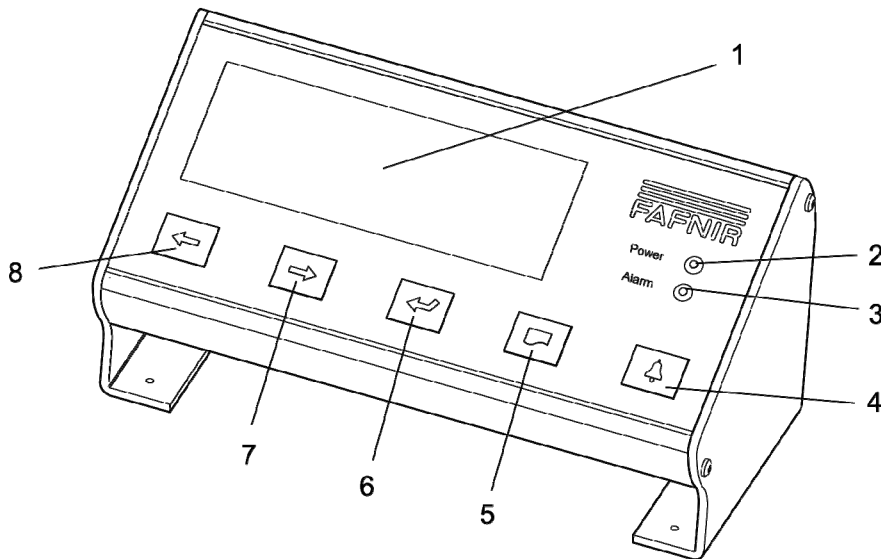

Figura 1: Parte frontal do monitor VISY-View
O lado de operação frontal está parafusado aos pés em um ângulo que facilita a operação. A interface do usuário tem o campo de exibição (1) e cinco teclas de comando (4–8). Para mostrar seus estados operacionais, o monitor VISY-View tem dois díodos luminosos (2–3) (ver Figura 1).
Tem cinco teclas de comando (4–8) à sua disposição, para percorrer os vários pontos do menu e chamar os dados pretendidos (ver Figura 1):